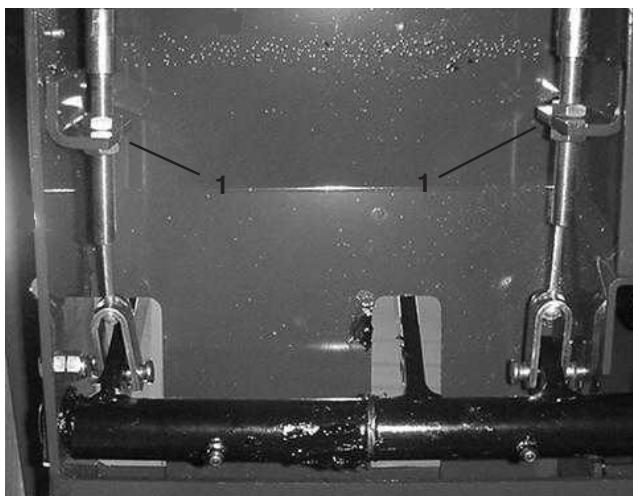

Bild 60
2. Lockern Sie zum Reduzieren des Spiels der Bremspedale (Anziehen der Bremsen) die vordere Mutter am Gewindeende des Bremszugs (Bild 60). Ziehen Sie dann die hintere Mutter fest, um den Zug nach hinten zu bewegen, bis die Bremspedale ein Spiel zwischen 13 und 25 mm aufweisen. Ziehen Sie die vordere Mutter fest, wenn die Bremsen einwandfrei eingestellt sind.